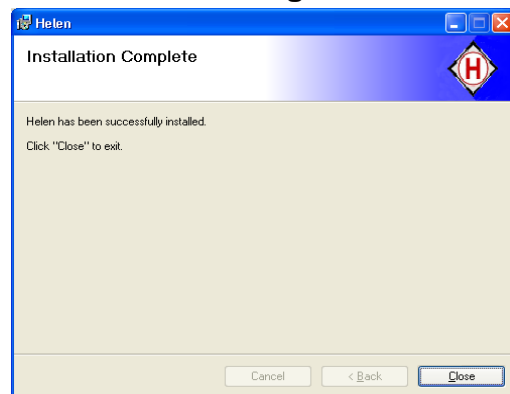

Abbildung 8
- Die Installation ist jetzt abgeschlossen, schließen Sie das Fenster (Abbildung 8)